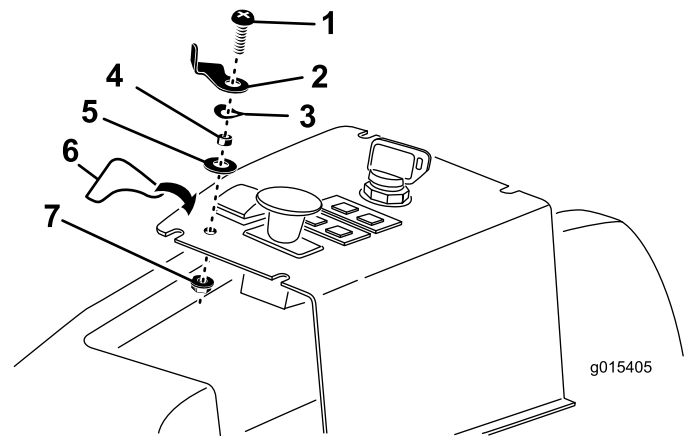

Bild 13
4. Setzen Sie die Hubsperrhebelschraube in das Armaturenbrettloch und befestigen es mit einer Sicherungsmutter. Positionieren Sie den Hubsperrhebel, wie in Bild 13 dargestellt.
5. Kleben Sie das Hubsperrhebelschild auf das Armaturenbrett, positionieren Sie es, wie in Bild 13 dargestellt.